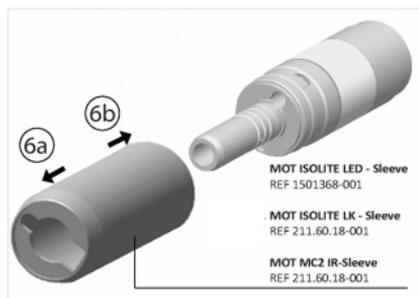

FIG. 6
2. Чтобы снять стерилизуемую муфту с двигателя, сдвиньте ее вперед, как показано на РИС. 6а.
3. Замените стерилизуемую муфту, протолкнув ее (РИС. 6б). Во время этой операции следует соблюдать большую осторожность, чтобы при замене втулки не повредить уплотнительное кольцо наконечника.